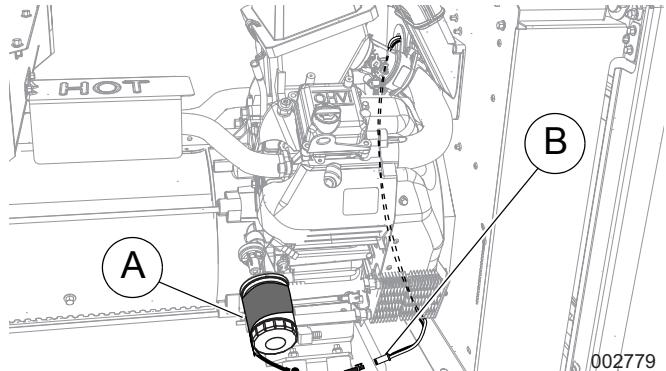

Рисунок 6. Установка обогревателя масляного фильтра (11–22 кВт)
- См. Рисунок 6. Установите новый масляный фильтр и затяните вручную, пока уплотнение не соприкоснётся с уплотняющей поверхностью. После этого затяните масляный фильтр вручную ещё на один полный оборот. Надвиньте нагреватель масляного фильтра (A) на масляный фильтр, как показано на рисунке, соединителем вниз.